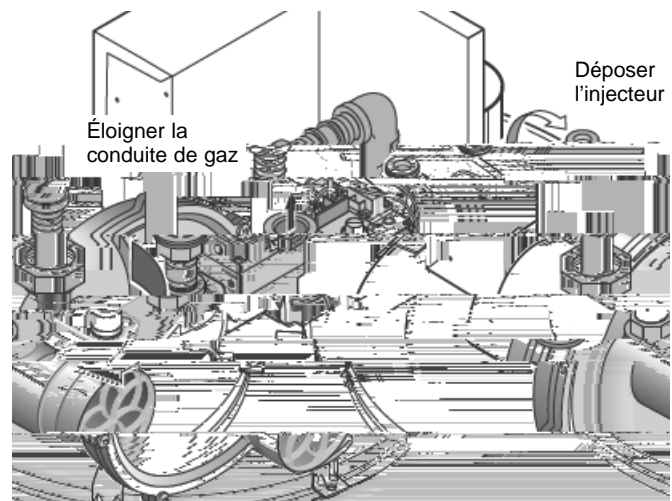

Figure 1 : Éloigner la conduite de gaz
4. Desserrer le raccord union de ? de pouce de la conduite de gaz qui se trouve directement au-dessus du tube d'arrivée d'air. (Voir la Figure 1). Éloigner la conduite de gaz.